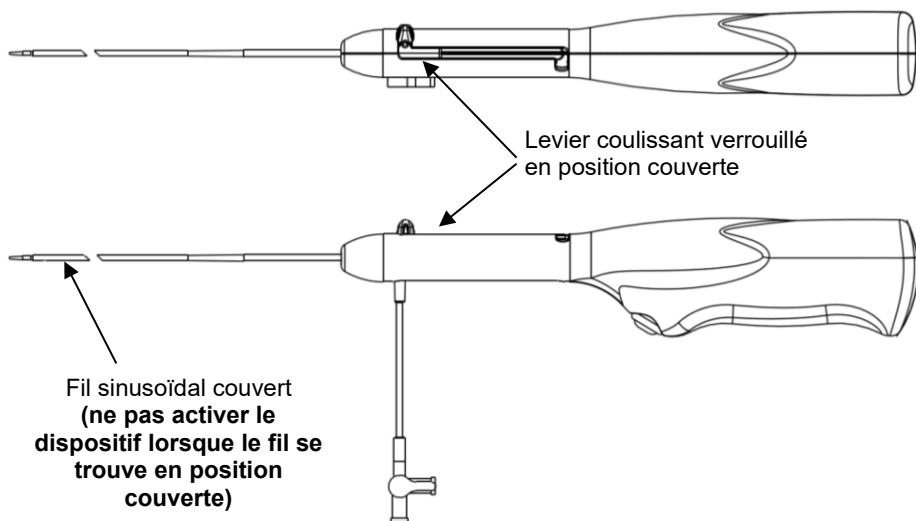

Figure 3
9. Placer le dispositif en position couverte. Pour ce faire, pousser le levier coulissant vers la position distale puis tourner ce dernier pour verrouiller le dispositif en position couverte (voir la Figure 3). En position couverte, seule l'extrémité flexible du fil sinusoïdal doit dépasser du cathéter. **Avertissement : ne pas activer le dispositif lorsque le fil se trouve en position couverte.**
couverte (voir la Figure 3). En position couverte, seule l'extrémité flexible du fil sinusoïdal doit dépasser du cathéter. Ne pas activer le dispositif lorsque le fil se trouve en position couverte.